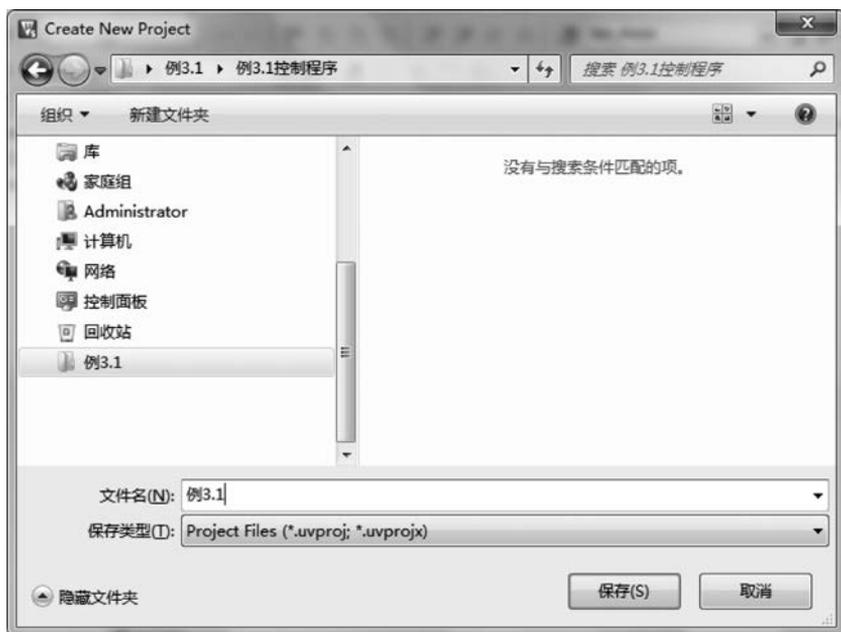

图 3.8 Create New Project 对话框
(1) 在 Keil μ Vision5 工作界面,选择 Project→New μ Vision Project 选项,弹出 Create New Project 对话框,如图 3.8 所示。在该对话框中,选择存放工程文件的路径,输入工程文件名。这里,把工程文件存放在“例 3.1 控制程序”文件夹中,把工程文件命名为“例 3.1”。